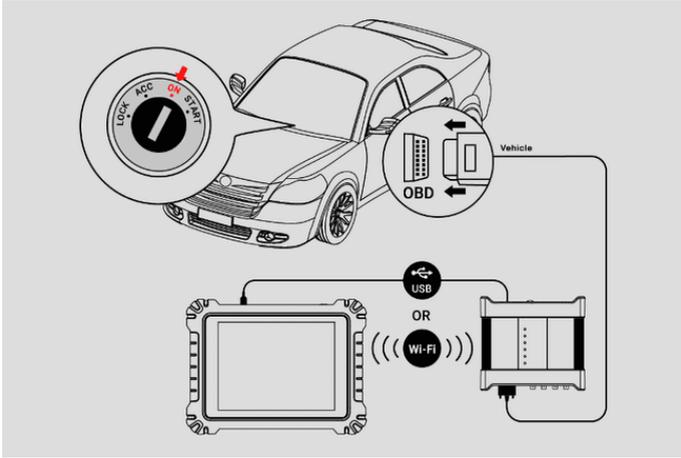

図7 -107 接続図
1. 接続を完了するには、図7 -107の接続図を参照してください。イグニッションをキーオンの位置に置きます。